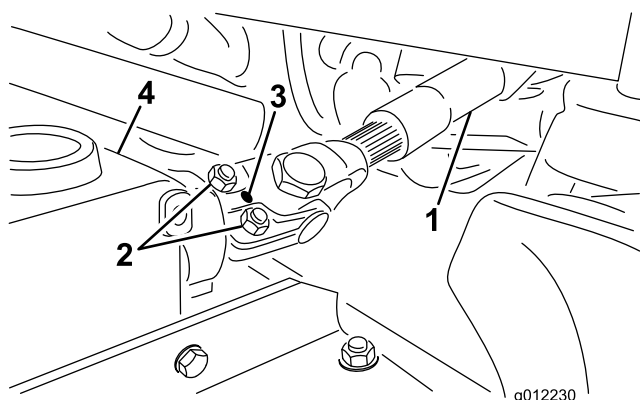

Figura 4
- A. Rimuovete la spina dalla forcella finale e dall'albero degli ingranaggi (Figura 4).
- B. Allentate le (2) viti a testa cilindrica e i dadi di bloccaggio (Figura 4).
- C. Fissate la forcella finale dell'albero di trasmissione PDF all'albero della scatola degli ingranaggi con il perno a rullo (Figura 4).
- D. Serrate i dadi di bloccaggio per fissare la forcella finale all'albero della scatola degli ingranaggi (Figura 4). Serrate i dadi di bloccaggio tra 20 e 25 Nm.